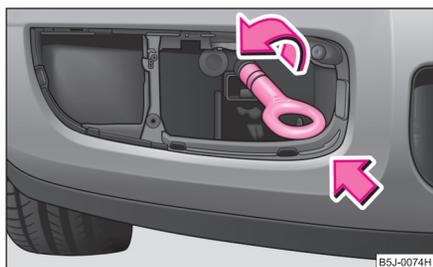

Fig. 177 Paragolpes delantero: montaje de la argolla de remolque
- Enrosca la argolla de remolque a mano girándola hacia la izquierda hasta el tope ⇒ fig. 177.